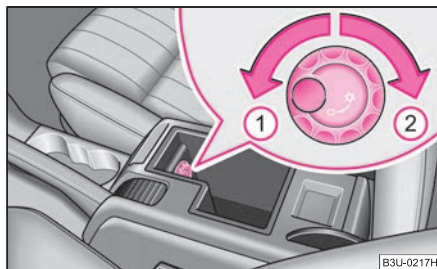

**Fig. 103** Scomparto portaoggetti: uso della refrigerazione
- Ruotare l'interruttore di comando in senso antiorario fino alla posizione finale **①** ⇒ **fig. 103**.